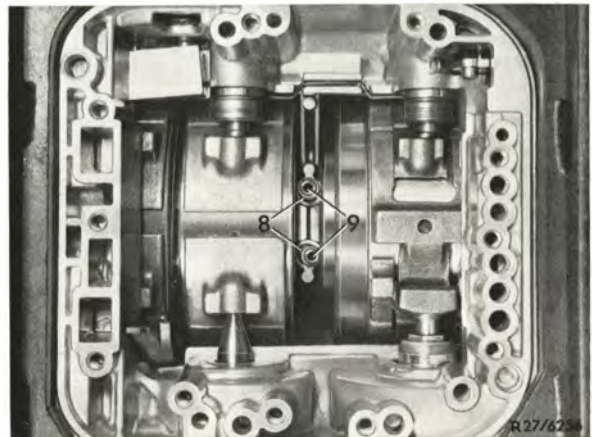

Bild 5
4 Steckrohre (8) abnehmen, dann Dichtpilze (9) von den Steckrohren abziehen (Bild 5).